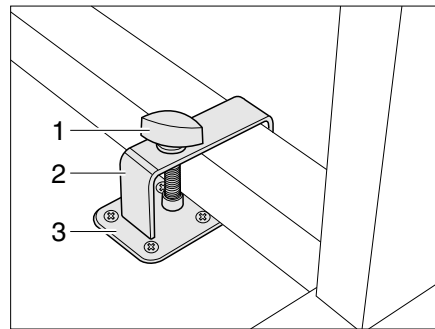
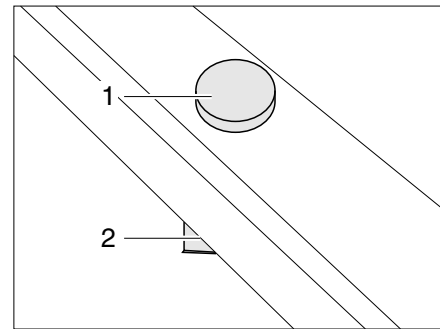

Bild 76 Arretierung Schwenktisch mit Bügel
Bild 77 Arretierung Schwenktisch ohne Bügel
- Den Schwenktisch neben die Halterung (Bild 76,3) bzw. auf die Halterung (Bild 77,2) stellen.
- Den Bügel (Bild 76,2) mit der Halteschraube (Bild 76,1) über den Tischfuß legen.
- Den Bügel und ggf. den Schwenktisch so verschieben, dass die Halteschraube (Bild 76,1 bzw. Bild 77,1) in die Halterung (Bild 76,3 bzw. Bild 77,2) geschraubt werden kann.